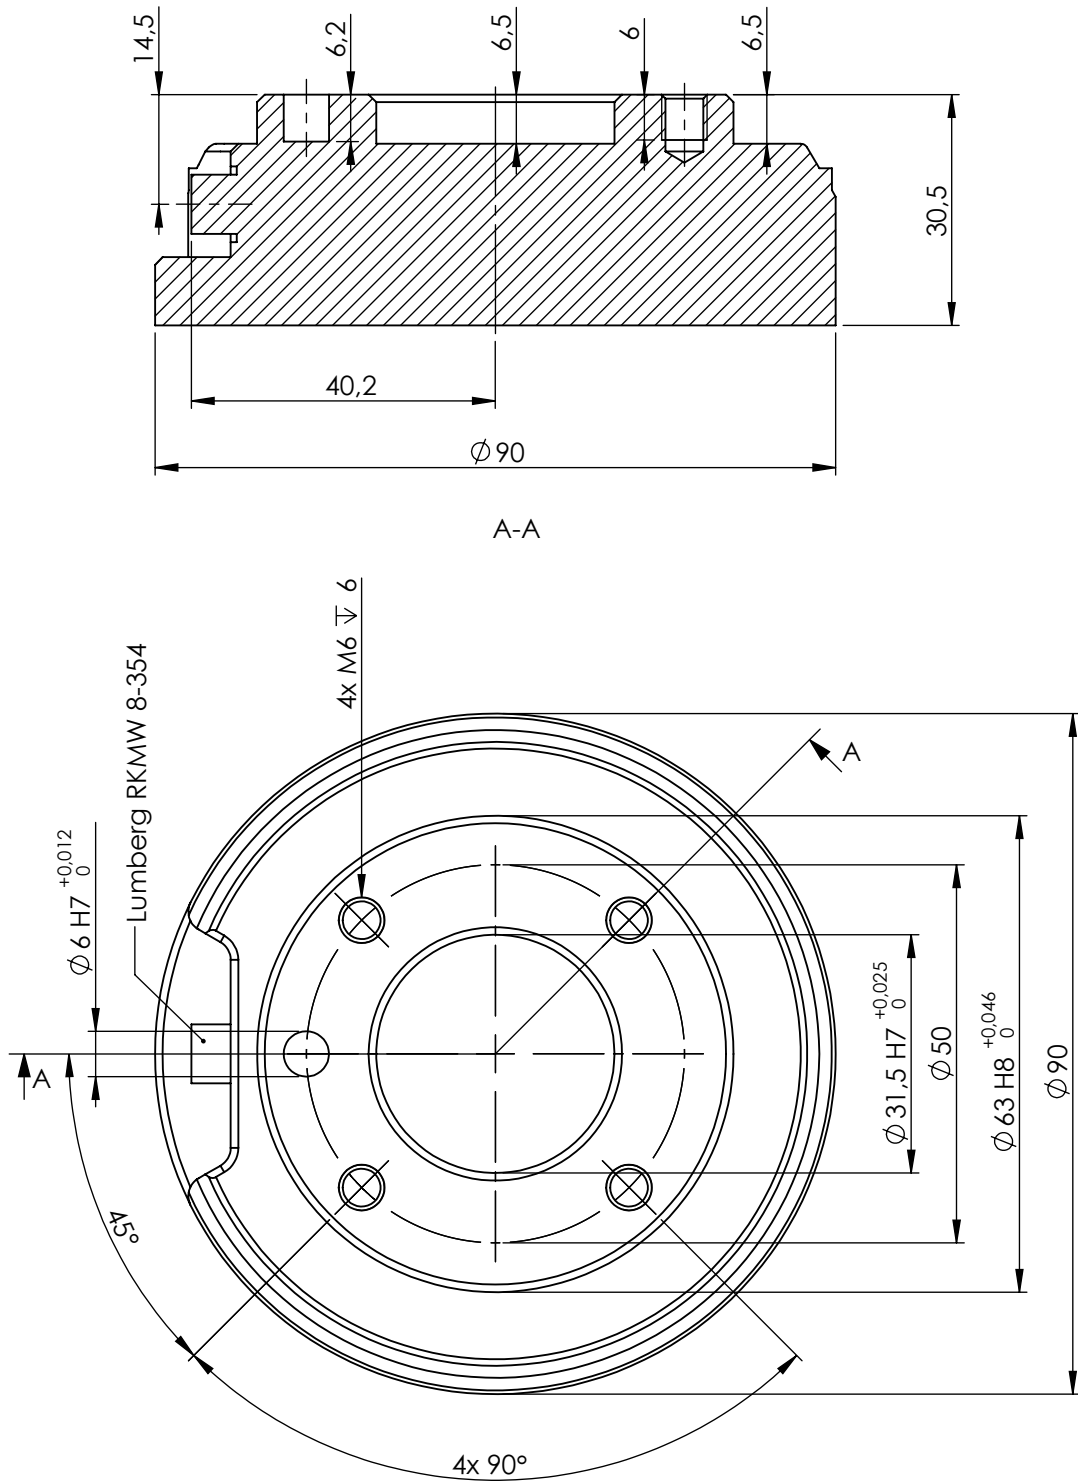

Abbildung 4.2: Der Werkzeugflansch, ISO 9409-1-50-4-M6. Hier wird das Werkzeug an die Spitze des Roboters montiert. Alle Maßangaben sind in mm.
**Werkzeug** Der Werkzeugflansch des Roboters verfügt über vier Löcher mit M6-Gewinde zur Befestigung des Werkzeugs am Roboter. Die Löcher müssen mit 9 N m angezogen werden. Wenn eine sehr genaue Montage des Werkzeugs angestrebt wird, kann das Ø6-Loch mit einem Stift verwendet werden. Abbildung 4.2 zeigt die Stelle, an der die Löcher zu bohren und die Schrauben zu montieren sind.